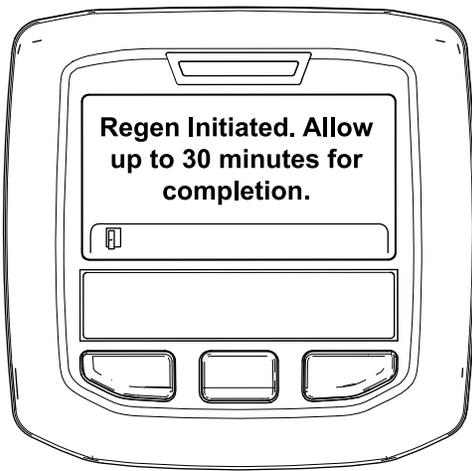

Figura 40
- Se la rigenerazione è consentita, nell'InfoCenter viene visualizzato il messaggio "Regen Initiated. Allow up to 30 minutes for completion" (Rigen. iniziata. Attendere fino a 30 minuti per il completamento), attendete il completamento del processo di rigenerazione parcheggiata da parte della macchina (Figura 40).